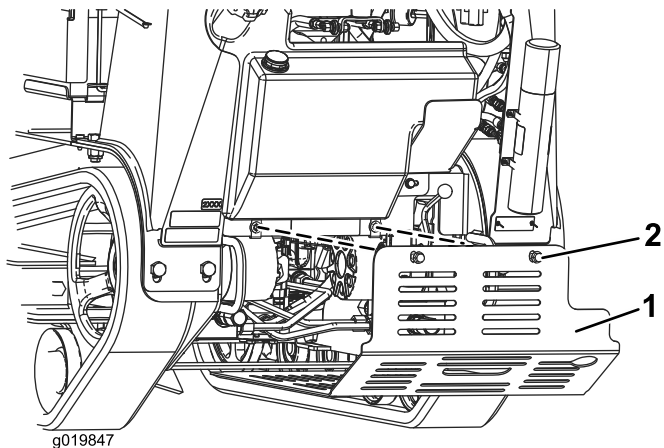

Bild 25
3. Lösen Sie nacheinander die 2 Schrauben, mit denen das untere Schutzblech befestigt ist, bis Sie es abnehmen können (Bild 25).
5. Schieben Sie das untere Schutzblech so in die Maschine, dass es auf allen vier Nasen aufliegt und befestigen es mit den zwei vorher gelösten Schrauben, um das Schutzblech vor dem Einsatz der Maschine zu montieren (Bild 25).